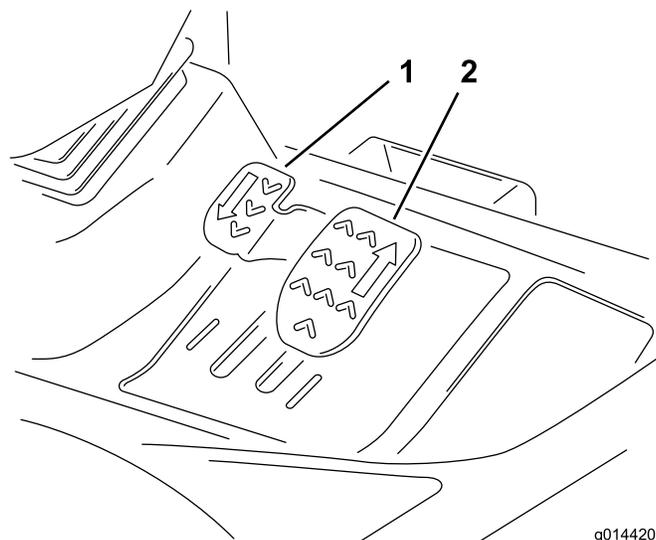

図 8
**前進走行：** 前進ペダルを踏み込むと前進を開始し、踏み込みを大きくすると速度が上がります。ペダルから足を離せば減速します（図 8）。
**後退走行：** 後退ペダルを踏み込むと後退を開始し、踏み込みを大きくすると速度が上がります。ペダルから足を離せば減速します（図 8）。